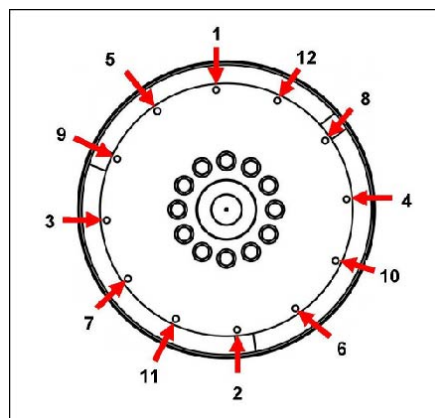

FIGURA 24. SEQUÊNCIA DE FIXAÇÃO
10. Retire as cavilhas-guia. Monte os parafusos de acoplamento utilizando anilhas de grande calibre por debaixo das cabeças. Aperte os parafusos para fixar o disco de acoplamento ao volante do motor, de acordo com a sequência ilustrada em Figura 24 na página 48.